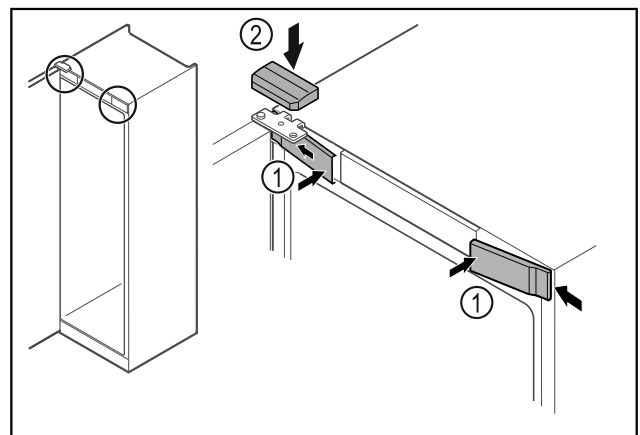

Fig. 58
- Accrocher les caches avant Fig. 58 (1) par les côtés et les enclencher.
- Insérer le cache supérieur Fig. 58 (2) par le haut.